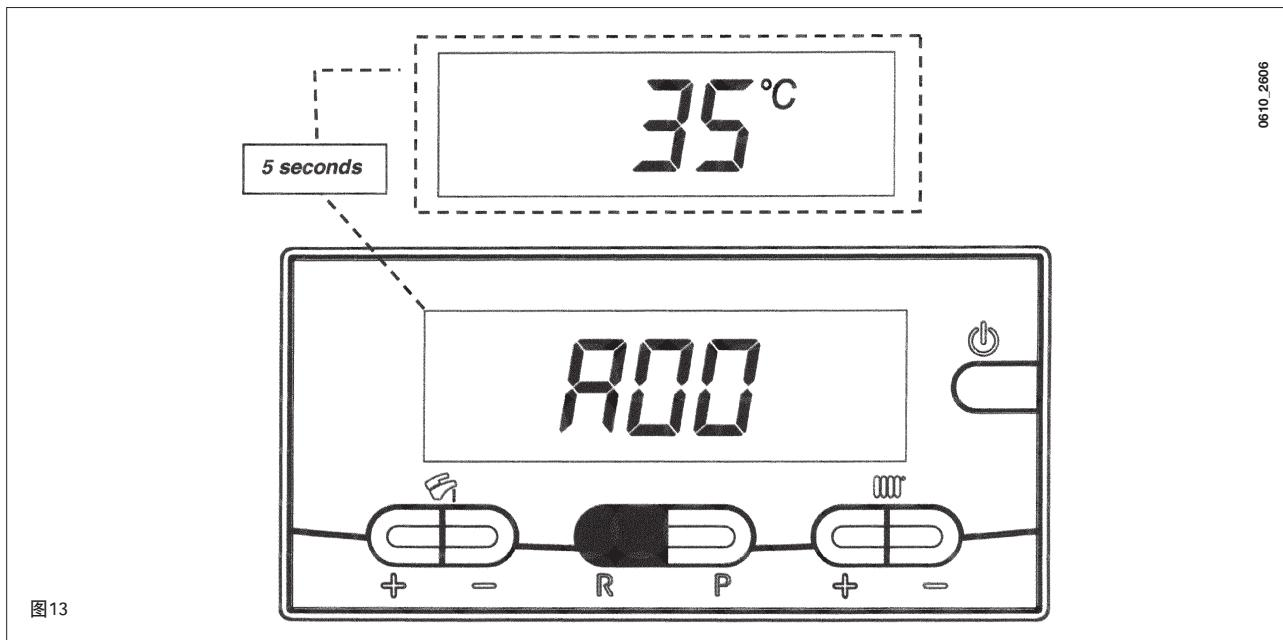

图13
- 按下 R 按钮至少 6 秒直至显示屏交替显示“A00”（...“A07”）及相关的数值（参见图13）；